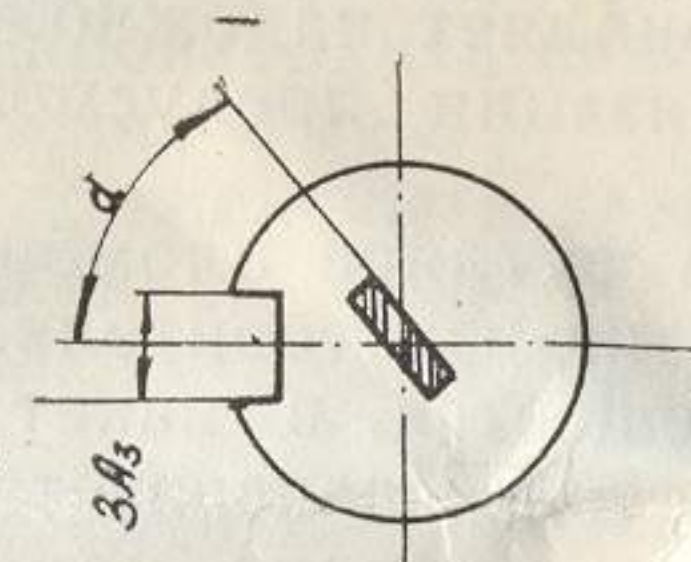

Рис. 2
4.2.3. Конструкция излучателя обеспечивает параллельность боковой грани кристалла диода шпоночному пазу «3Аз» корпуса в пределах угла  $\alpha = \pm 2^\circ$ С (рис. 2).